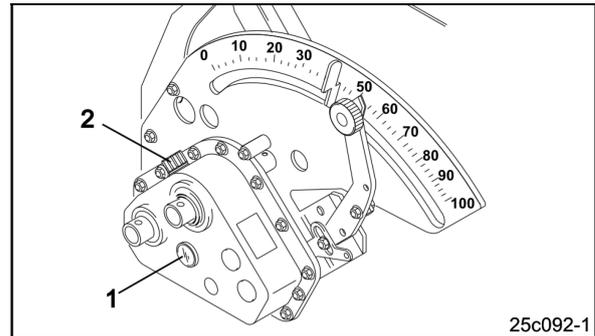

Fig. 138
2. Öl-Peilstab lösen und abnehmen (Fig. 138/1).